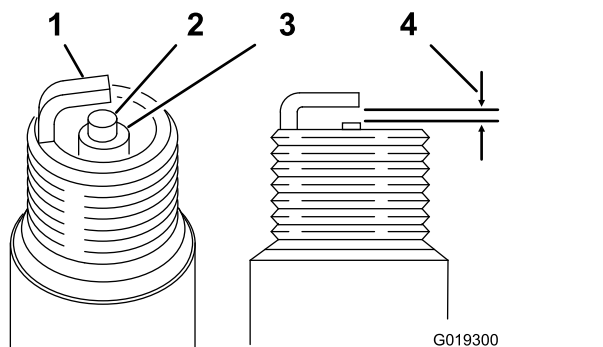

図 34
3. 図 34のように、エアギャップを0.6-0.7 mmに調整する。点火プラグをエンジンに取り付け、 $23\text{N}\cdot\text{m}$   $2.35\text{kg}\cdot\text{m}$  = 17ft-lbにトルク締めする。